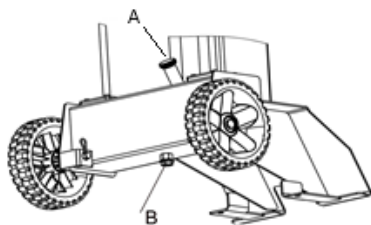

Fig.16
2. Rimuovere l'asta di livello (A) (Fig. 16).
4. Svitare il tappo di scarico (B) (Fig. 16) che si trova sotto la base dello splitter per drenare l'olio.
5. Quando l'olio è completamente scarico, inserire la guarnizione e il tappo di scarico in posizione (B).